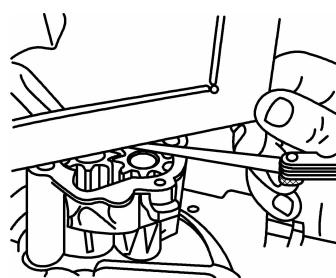

图 3-15 检查机油泵的轴向间隙
(2) 机油泵轴向间隙的检查。如图 3-15 所示,检查机油泵的轴向间隙。新的机油泵轴向间隙应为 0.05mm;磨损极限为 0.15mm。